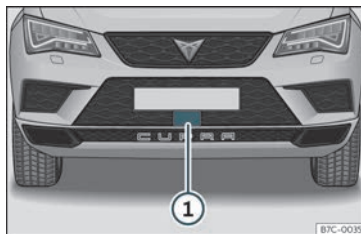

Fig. 216 No para-choques dianteiro: sensor de radar.
Com o veículo imobilizado, desligue o motor e volte a ligá-lo. Faça uma verificação visual do sensor de radar >>> Fig. 216. Se continua a não estar disponível, dirija-se a uma oficina especializada para que verifiquem o sistema.
No para-choques dianteiro está montado um sensor de radar para captar a situação do trânsito >>> **Fig. 216** ①.
- Esta indicação é exibida se a visibilidade do sensor de radar estiver afetada devido a bruma forte ou sujidade. Limpe o sensor >>> **Fig. 216.**